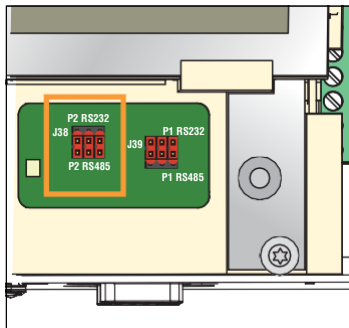

Abbildung 6. Steckbrücken für Schnittstelle 2 (J38) in RS-485 Position
1. Stecken Sie alle drei Steckbrücken für die Serielle Schnittstelle 2 (J38), wie in Abbildung 6 gezeigt, in die Position P2-RS-485.